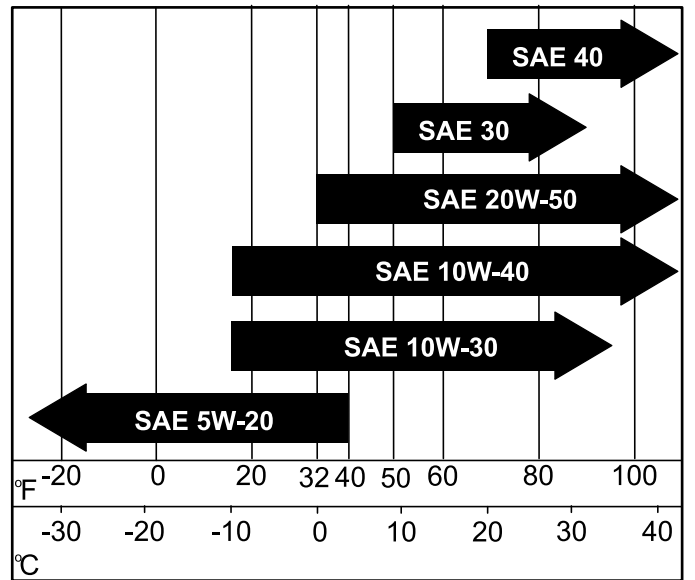

Figura 39
4. Purgue o óleo do motor (Figura 39).